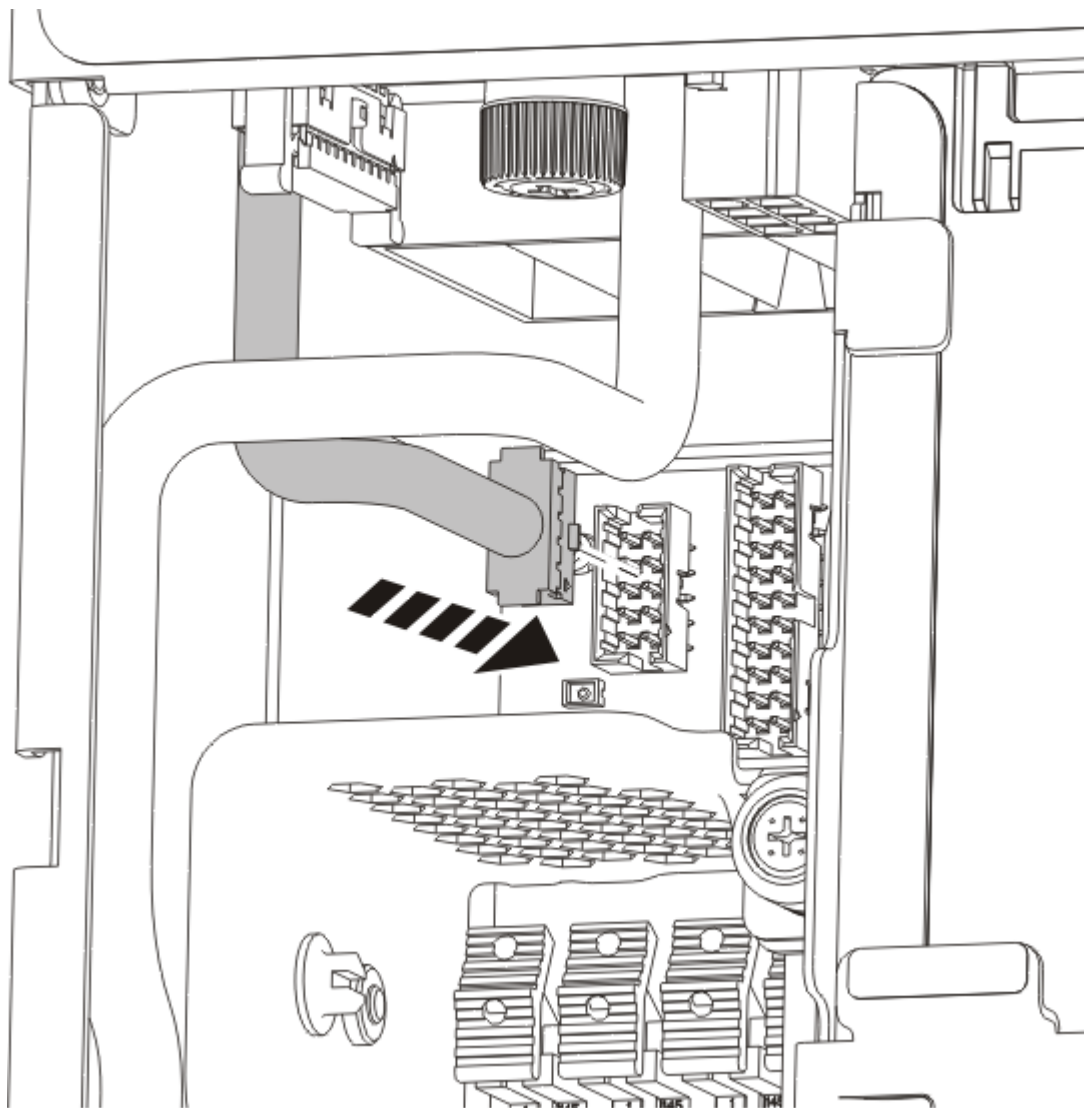

Abbildung 62. Steuerkonsolenanzeigekabel an der Systemrückwandplatine anschließen
5. Schließen Sie das Steuerkonsolenanzeigekabel an der Systemrückwandplatine an (siehe Abbildung 62 auf Seite 68).